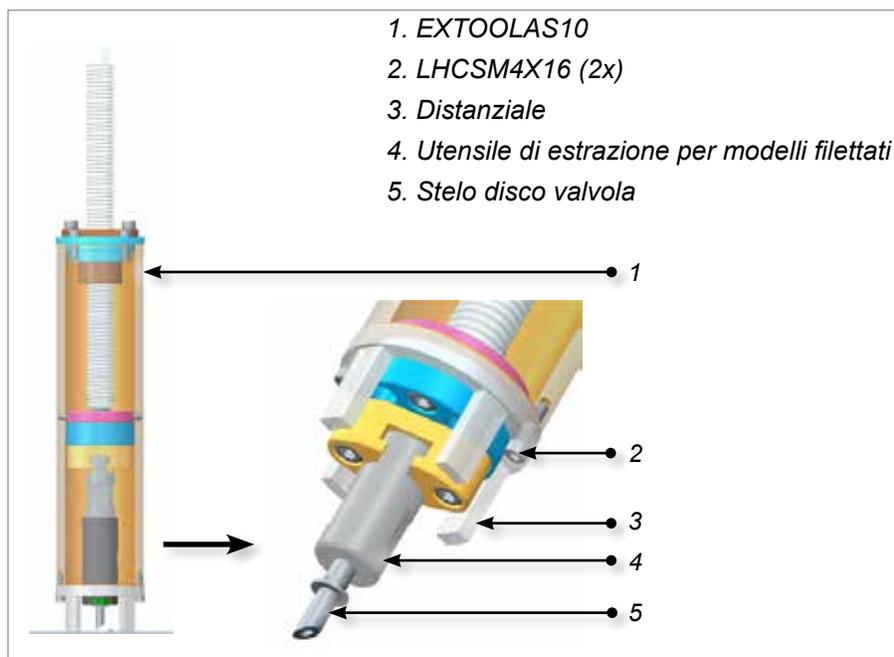

Figura 15-4 Per dischi valvola con filettature
- a) Avvitare l'utensile di estrazione del disco valvola allo stelo del disco valvola. Vedere la Figura 15-4.